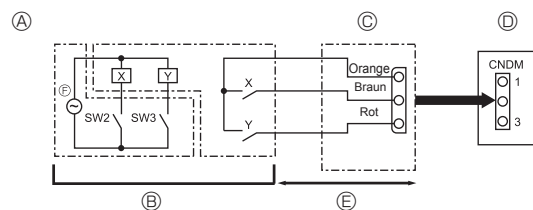

Fig. 9-2
- ① Cuadro de control de la unidad exterior
② Máx. 10 m
③ Fuente de alimentación del relé
9.2. Función de demanda (modificación in situ) (Fig. 9-2) (solo para aires acondicionados)